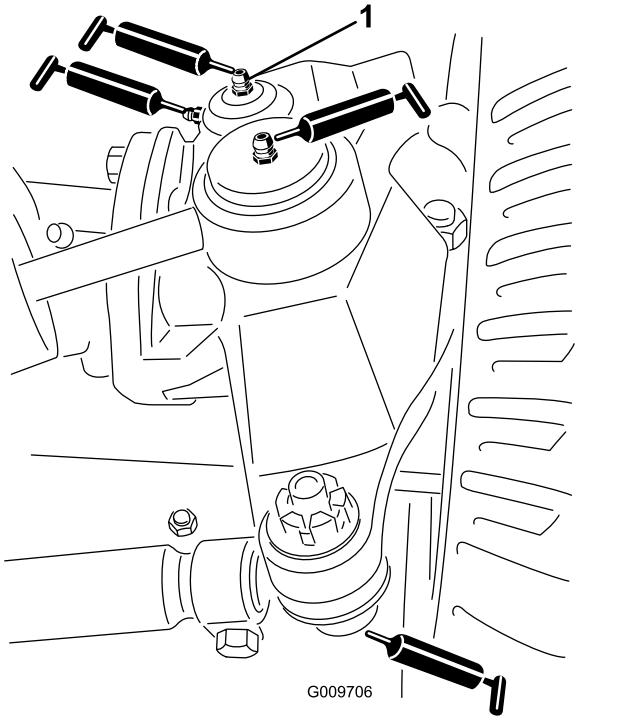

Figure 23
- Rotules de vérin de direction (2) (Figure 23)